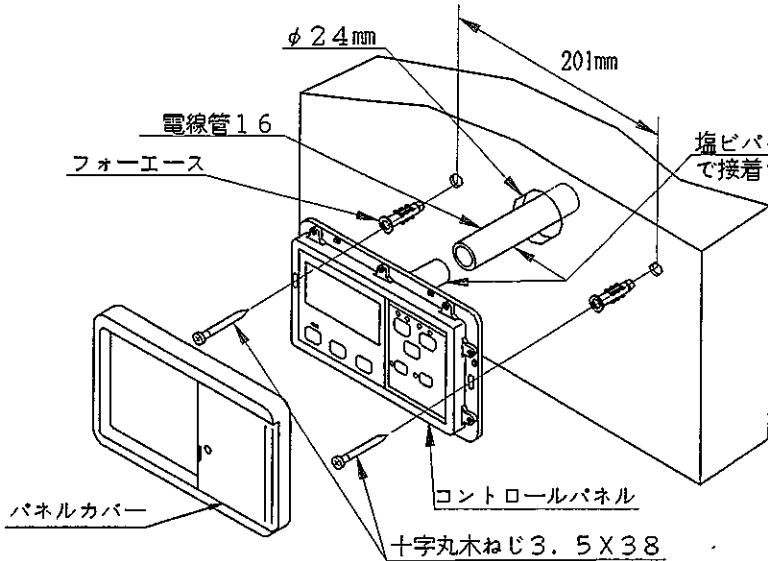

図4-1 コントロールパネル取り付け1
- ③ コントロールパネルと電線管16を塩ビパイプ用の接着剤で接着する。(図4-1のa部参照)
- ④ パネルカバーを外し、コントロールパネルを浴室の壁に十字丸木ねじ3.5x38で取り付ける。必要に応じてフォーエースを使用する。